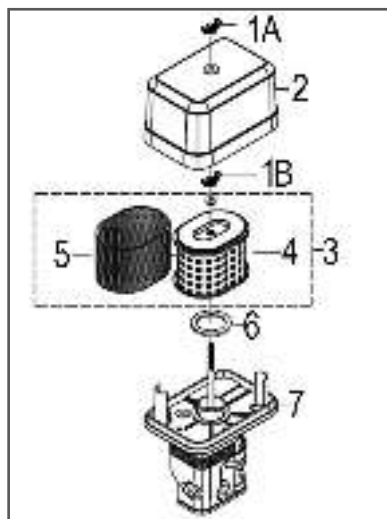

Рис. 34. Обслуживание воздушного фильтра
1. Открутите барашковую гайку 1А и снимите крышку 2 воздушного фильтра (Рис. 34).
2. Открутите барашковую гайку 1В и извлеките из корпуса воздушный фильтр 3 в сборе (Рис. 34).
Поролоновый (предварительный) фильтрующий элемент 5 установлен на корпусе бумажного фильтрующего элемента 4 (Рис. 34).
4. При незначительном загрязнении промойте поролоновый фильтрующий элемент 5 (Рис. 34) теплым мыльным раствором и просушите. Поврежденный или сильно загрязненный поролоновый фильтрующий элемент замените
5. Произведите очистку корпуса 7 и крышки 2 воздушного фильтра не допуская попадания пыли и грязи в воздуховод, ведущий к карбюратору (Рис. 34).
7. Перед установкой воздушного фильтра убедитесь, что уплотнительное кольцо 6 воздушного фильтра находится на месте и не имеет повреждений (Рис. 34).